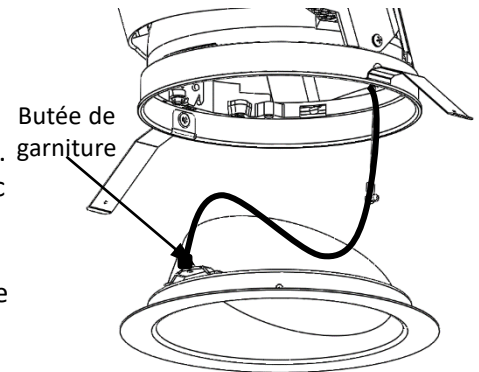

Fig.7
4. Pour (C6_A) Assurez-vous que la section de garniture est entièrement engagée avec l'engin lumineux, repose au niveau du plafond et n'interfère pas avec l'assemblage de l'attache ou le bord intérieur ou le réflecteur. (Fig.7)